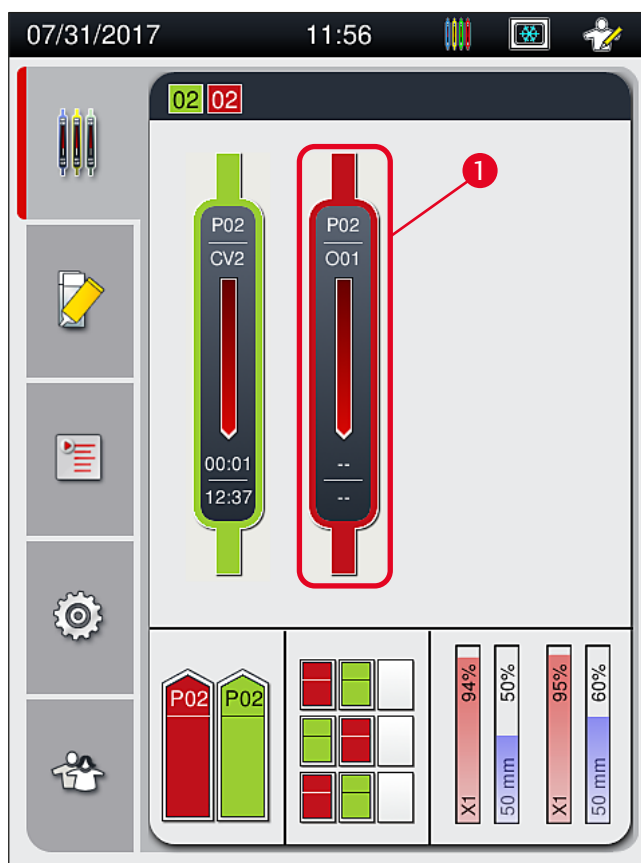

Fig. 78
- ① Påsetting av dekkglass kan bare avbrytes ved hjelp av prosessstatusvisningen (→ Fig. 78).
Etter å ha trykket på knappen **Avbryt stativ** (→ Fig. 79-1) vises en informasjonsmelding (→ Fig. 80). Bekreft annulleringen med knappen **Ja** (→ Fig. 80-1) eller trykk på **Nei** (→ Fig. 80-2) for å gå tilbake til prosessstatusvisningen (→ Fig. 78).